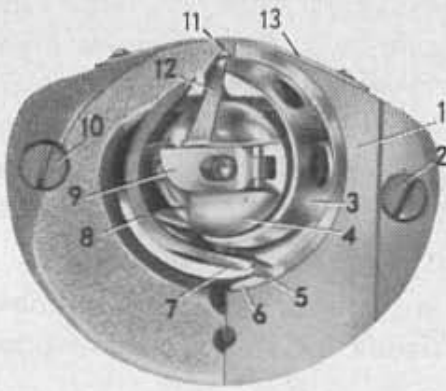

Abb. 7 Der in einer Bahn oszillierende Greifer.
- Greifer, die in einer Bahn geführt und durch einen Treiber angetrieben werden z. B. der Zentralspulengreifer Abb. 7 und